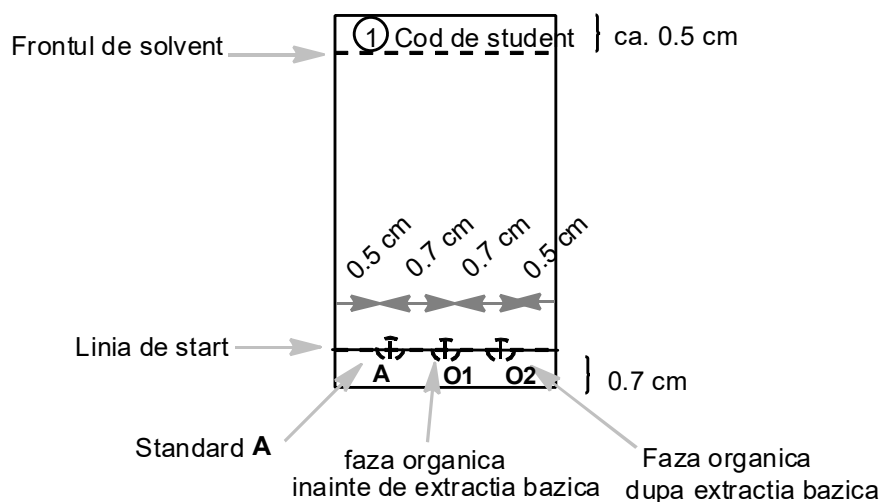

Figura 2. Instrucțiuni pentru pregătirea plăcuței CSS.
- Pregătește o plăcuță CSS. Verifică plăcuța înainte de folosire. Plăcuțele nefolosite pătate vor fi înlocuite la cerere fără penalizare. Desenează cu creionul linia de start și marchează pozițiile în care vei depune probele. Scrie numărul 1 încercuit și codul de student în partea de sus a plăcuței CSS, după cum este prezentat în Figura 2. Dizolvă proba de 2-acetonafonă din flacon (**Standard A**) adăugând cca. 2 cm³ etanol (aproximativ o pipetă Pasteur). Cele trei poziții se notează **A**, **O1** și **O2**. Depune 1 μl (o picătură/diviziune din capilarul de 5μl) din proba **A** și din fazele organice reunite de la punctul II.3 (**O1**). Proba **O2** o vei adăuga mai târziu.